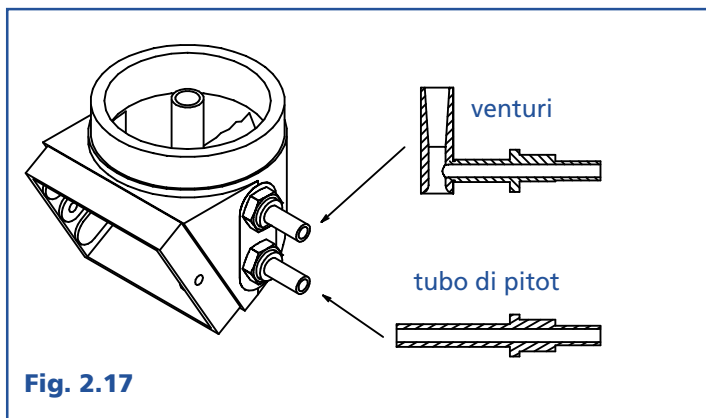

Fig. 2.17
2.12 Venturi e tubo di pitot (Fig. 2.17)